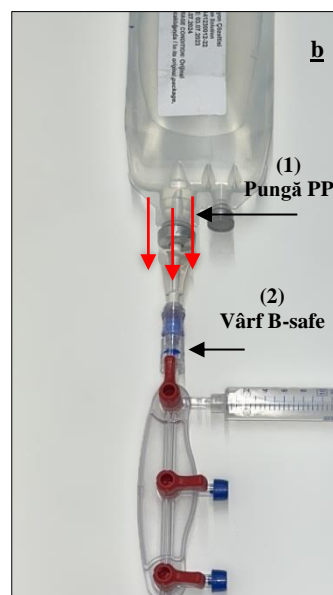

Fig. 34 Scoaterea vârfului B-safe (2) din punga goală de acid (1).
- b) Demontați vârful B-safe (2) din punga goală de acid clorhidric (1). (Vezi Fig. 34.)